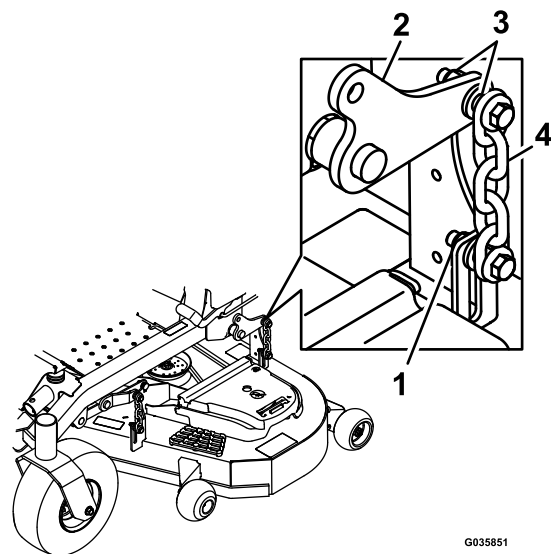

Figura 102
16. Afloje las contratueras (Figura 102) en las cuatro esquinas y asegúrese de que la carcasa de corte quede bien asentada sobre los cuatro bloques.